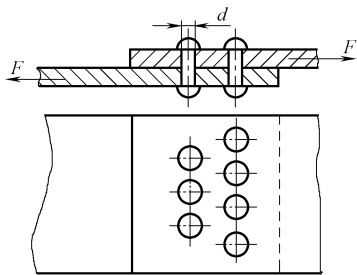

图 2-11
18. 一铆接接头承受载荷 $F = 200\text{kN}$, 铆钉数量 $n = 7$, 如图 2-11 所示。铆钉的剪切许用应力 $[\tau] = 145\text{MPa}$ 。计算应选用铆钉的最小直径 (整数)。